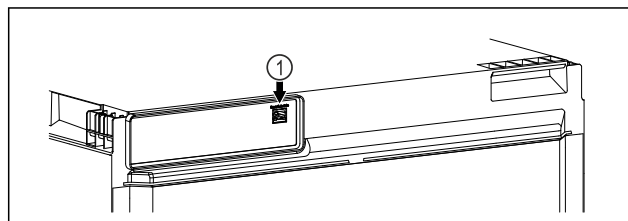

Fig. 27
- ☐ SmartModule Fig. 27 (1) is geplaatst.